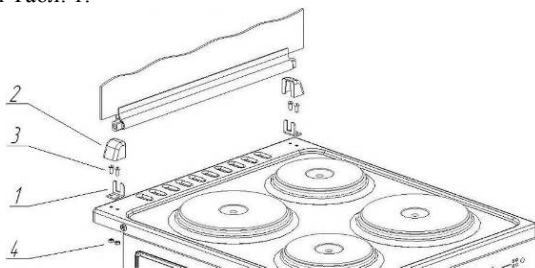

Рис. 6. Установка стеклянной крышки стола.
8) Установите на место стеклянную крышку стола плиты (при её наличии). Установка и дополнительная комплектация стеклянной крышки стола плиты, согласно Рис. 6 и Табл. 1.